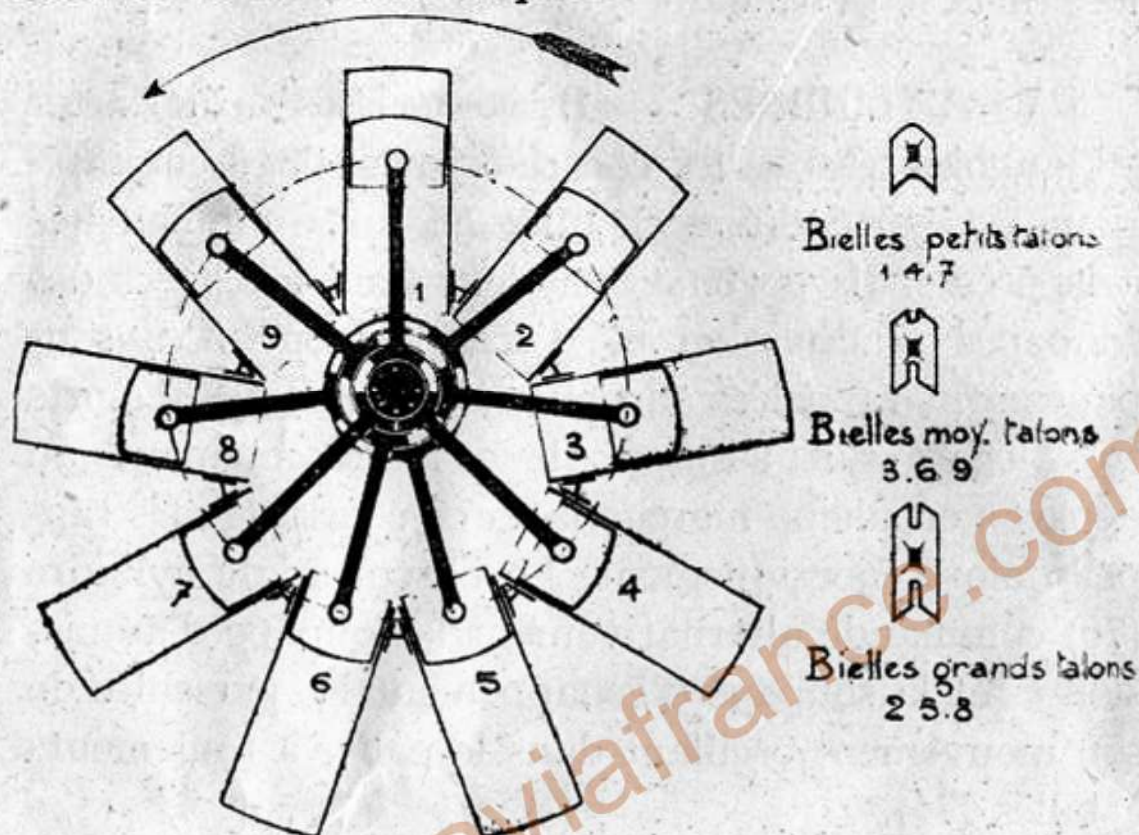

Fig. 9. — Assemblage des bielles
§ VII. — Les bielles (fig. 9) sont rattachées au vilebrequin (128) par deux coquilles reposant sur le maneton par l'intermédiaire de deux roulements à billes I.